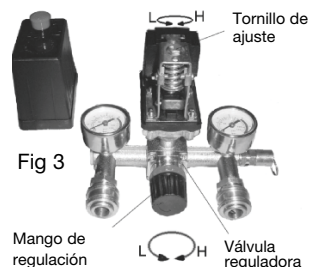

Fig 3
- a) El compresor esta controlado para un funcionamiento normal por medio de un interruptor en el presostato. Cuando el compresor llega a su presión máxima, se desconectara. Al ir disminuyendo la presión del compresor, hasta llegar a la mínima establecida, el compresor volverá a conectarse. El presostato viene regulado de fábrica en función de la presión soportada por el compresor. No modifique la configuración de fábrica. Cuando desenchufe el compresor, el aire comprimido almacenado en el tubo de descarga debe ser liberado a través de la válvula de descarga debajo del interruptor. Esta operación es necesaria para volver a poner en funcionamiento al compresor, caso contrario el compresor sufrirá daños. Para modificar la presión, gire el tornillo de ajuste del presostato(fig 3).
- aumentar la presión y en sentido antihorario para disminuirla(fig 3).